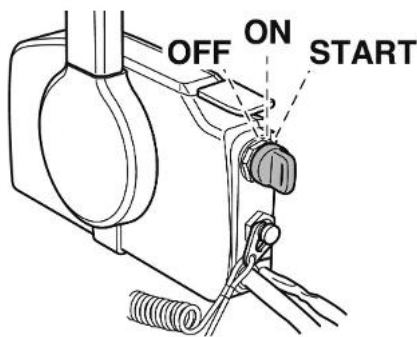

Рис. 23 Положения ключа зажигания
Система зажигания управляется ключом зажигания. Положения ключа зажигания показаны на Рис. 23.
- Переведите ключ зажигания в положение ON (Рис. 23).
1. Переведите ключ зажигания в положение ON (Рис. 23).
1. Переведите ключ зажигания в положение OFF (Рис. 23). Двигатель должен остановиться.